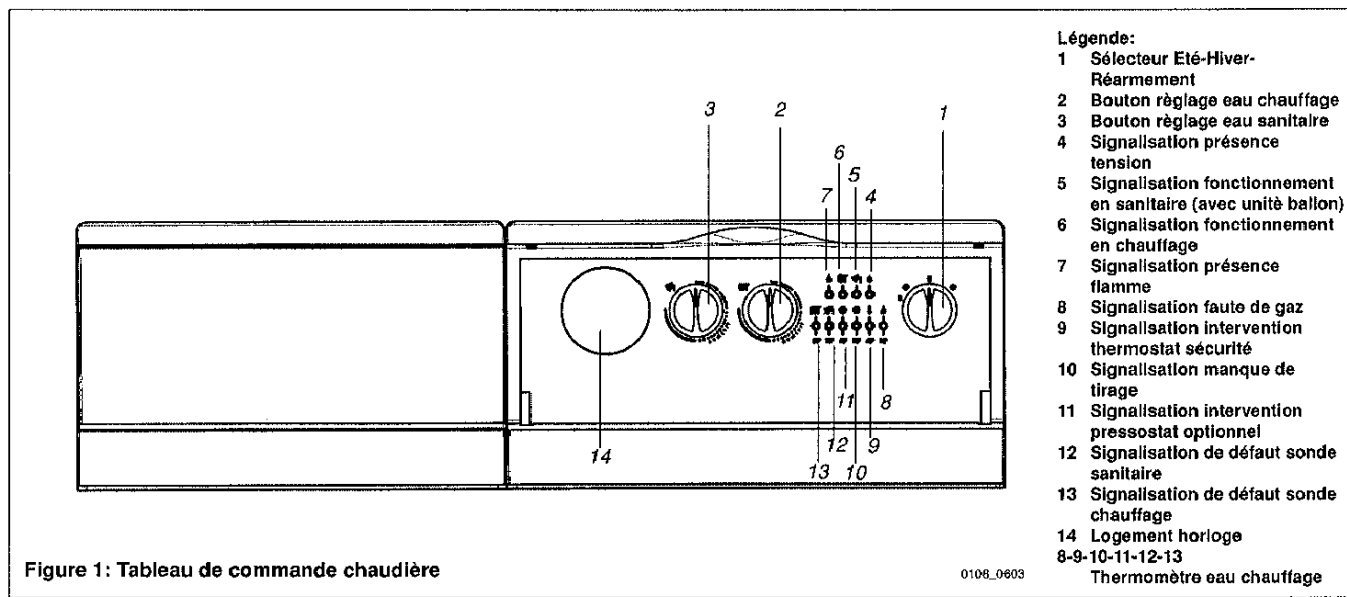

Figure 1: Tableau de commande chaudière
- Tourner le bouton du sélecteur (Réf. 1 Figure 1) mettant la chaudière en position Été ou Hiver selon le fonctionnement désiré. Contrôler que le signal présence tension (Réf. 4 Figure 1) soit allumé et que le signal faute de gaz soit éteint (Réf. 8 Figure 1). Si celui-ci est allumé, tourner le bouton du sélecteur (1) momentanément sur le symbole **R** de façon à en provoquer l'extinction.
- Positionner l'index du bouton de réglage eau de chauffage (Réf. 2 Figure 1) afin que la chaudière fonctionne au régime thermique voulu.
- Positionner l'index du bouton de réglage (Réf. 3 Figure 1) selon la valeur souhaitée pour l'eau chaude sanitaire.
Il est possible d'exclure la fonction "sanitaire" en plaçant le bouton (Réf. 3 Figure 1) à la valeur minimale qui correspond à la fonction antigel du ballon.
Important : avec le sélecteur (Réf. 1 Figure 1) en position ❄️ Hiver, il faut quelques minutes d'attente à chaque intervention du dispositif de réglage du chauffage (Réf. 2 Figure 1). Pour obtenir immédiatement un nouvel allumage du brûleur mettre le sélecteur en position (0) et remettre en position Hiver.
- Mettre le sélecteur été/hiver (Réf. 1 Figure 1) en position "Été".
- Mettre l'index du bouton de réglage (Réf. 3 Figure 1) à la valeur souhaitée pour l'eau chaude sanitaire.
Attention: pendant le premier allumage, avant l'évacuation de l'air contenu dans le tuyau à gaz, il est possible que le brûleur ne s'allume pas et que la chaudière se bloque (signal rouge allumé clignotante Réf. 8 Figure 1).
Lorsque la sonde externe est enclenchée, le dispositif de réglage de la température de chauffage (Réf. 2 figure 1) est inhibé.